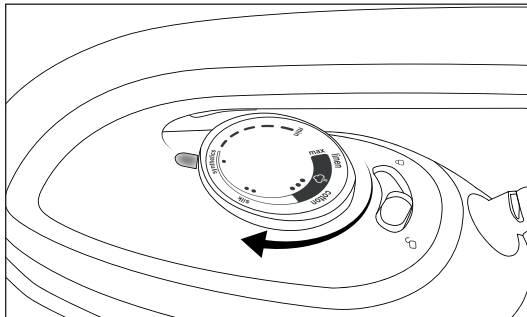

Abb. 7
- 3) Drehen Sie den Temperaturregler **3** und stellen Sie so die gewünschte Bügeltemperatur ein (siehe Abb. 7).